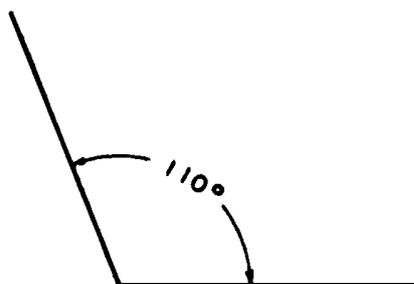

Fig.3
**Ângulo obtuso:** é aquele cuja abertura é maior do que a do ângulo reto (fig.3).